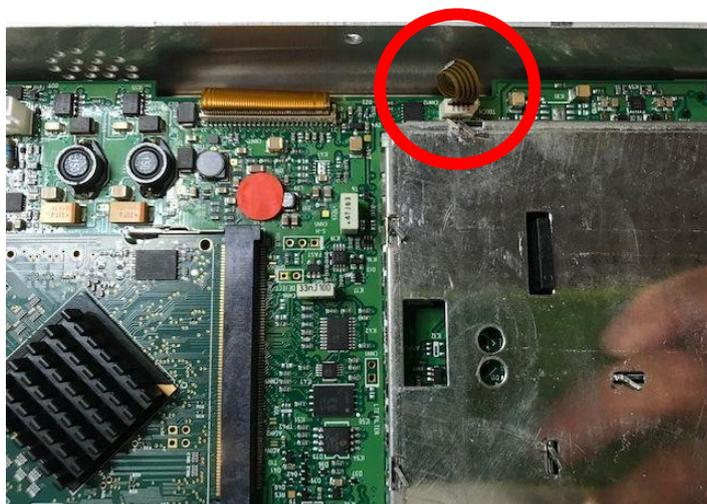

Fig.2 Nuovo display: Cavo Piatto del Touch screen ruotato di 180°.
- a. Il cavo piatto del touch screen (rif. Cerchio rosso in Fig. 2) dev'essere collegato alla scheda madre con una rotazione di 180°.